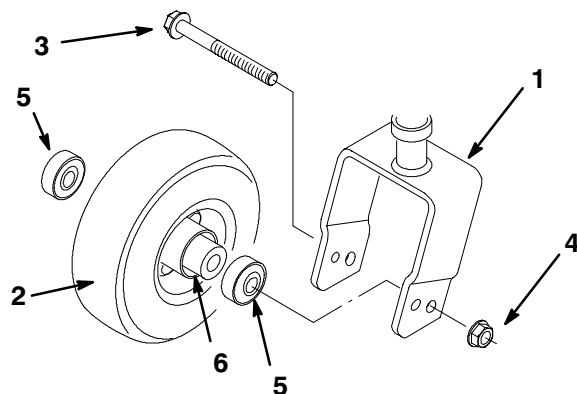

Abbildung 23
3. Sicherungsmutter und Kopfschraube entfernen, mit denen das Laufrad in der Laufradgabel befestigt ist (Abb. 23).
4. Das Laufrad aus der Gabel nehmen (Abb. 23).
5. Das äußere Lager von der Radnabe entfernen und das Lagerabstandsstück herausfallen lassen (Abb. 23).
6. Das andere äußere Lager entfernen (Abb. 23).